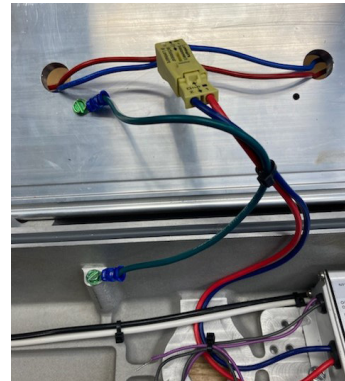

Figura 4. Tendido del cable de conexión del motor de luz LED DLLA4
6. Desconecte el enchufe de entrada del conector del motor de luz LED del enchufe de salida del controlador LED (consulte la Figura 4).
5. Ubique y quite el precinto que se utiliza para asegurar el cableado de entrada del motor de luz LED (consulte la Figura 4). Tenga cuidado al quitar el precinto para que no se dañen los cables.
12. Dirija el motor de luz LED y el cableado de salida del controlador LED e instale la cinta para cables como se indica en la Figura 4. Recorte el exceso de material de la cinta para cables.